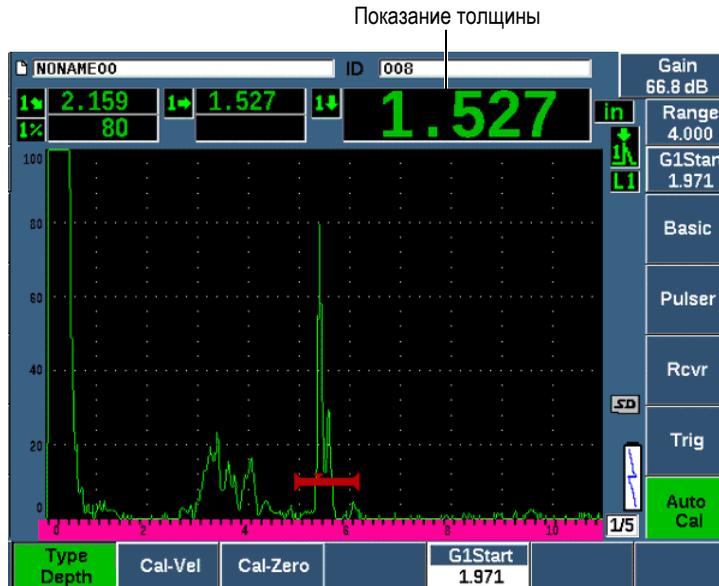

Рис. 9-26 Пример стробированного сигнала для калибровки нуля
4. Используя кнопку G1Start (клавиша P5), поместите строб 1 таким образом, чтобы эхо-сигнал от первого бокового сверления пересекал порог строба. Отражение должно быть около 12,5 мм (см. Рис. 9-26 на стр 187).